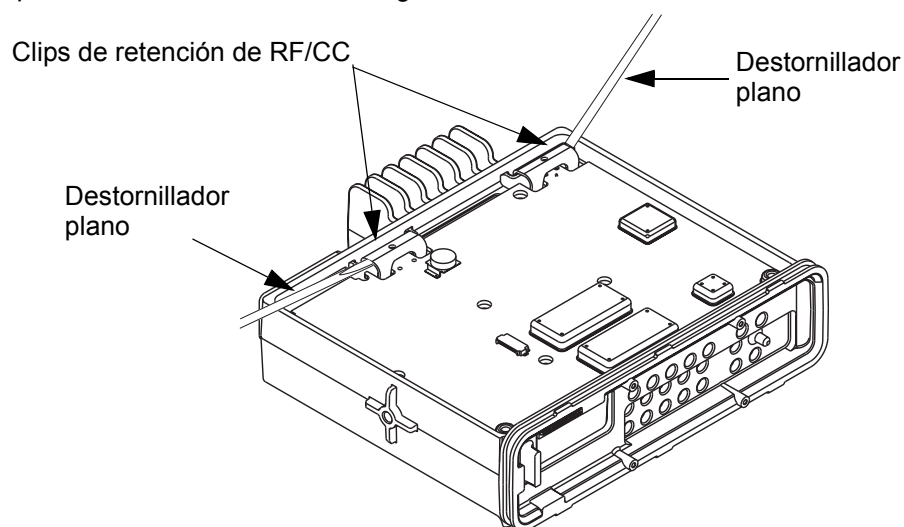

Figura 5-6 Desmontaje de los clips de retención de RF/CC
4. Retire los clips de retención de RF/CC haciendo palanca suavemente con un destornillador plano, como se muestra en la Figura 5-6.